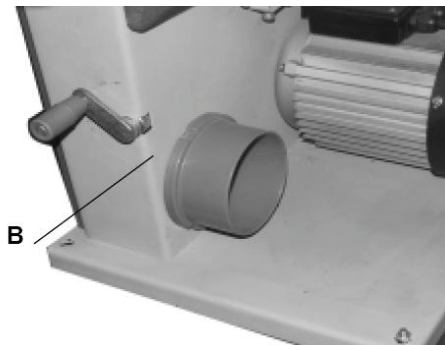

Рис. 14
- Верстат оснащений витяжним штуцером Ø100 мм (В), Рис. 14.